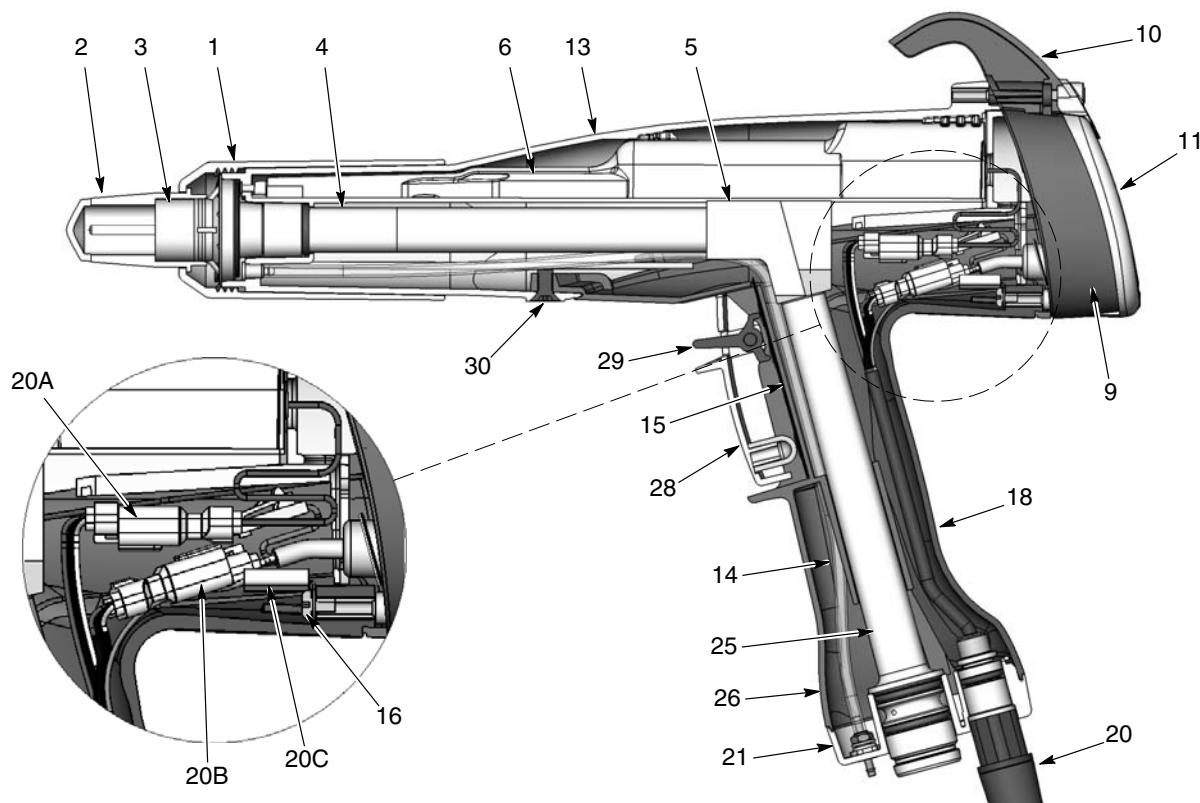

Рис. 6-1 Вид в разрезе распылителя (номера позиций в данном разделе соответствуют номерам позиций в спецификации запчастей)
1. См. рис. 6-1 и 6-2. Вывернуть верхний и нижний винты (12) крепления рамки (11), крючка (10) и модуля дисплея (9) на корпусе распылителя.
2. См. рис. 6-1. Отвернув гайку форсунки, извлечь форсунку и узел электрода из распылителя.